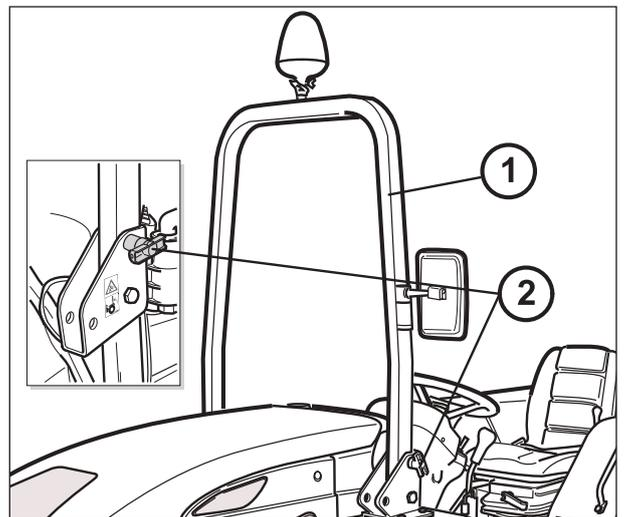

Fig. 75
El tractor cuenta con estructura de protección antivuelco tipo Roll-Bar montada delante del puesto de conducción y homologada según las NORMAS VIGENTES OECD y CEE. La estructura de protección está compuesta por dos partes, una superior y una inferior fijadas con bulones entre sí. **El tractor se deberá emplear exclusivamente con la estructura de protección alzada en posición vertical (Fig. 75).**
- Fig. 75: quitar los pernos de bloqueo (2) de ambos lados;